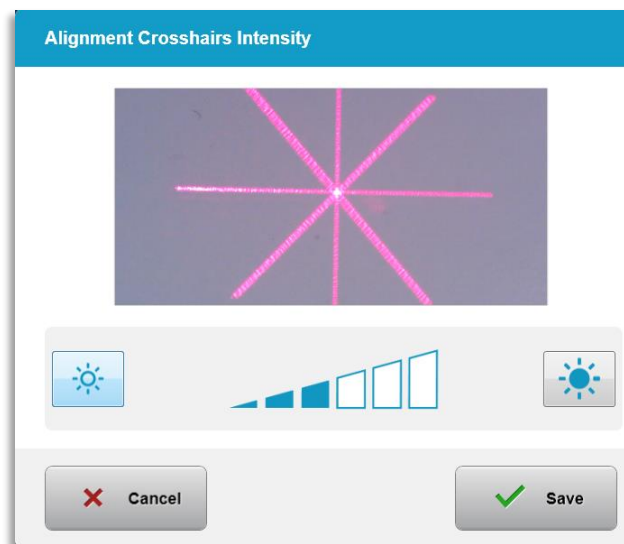

Figura 3-55. Intensitatea reticulelor de aliniere
- Selectați „Intensitatea reticulelor de aliniere” (Alignment Crosshairs Intensity) din meniul de setări ale sistemului, pentru a modifica luminozitatea reticulelor de aliniere. Se va afișa ecranul ilustrat în Figura 3-55.